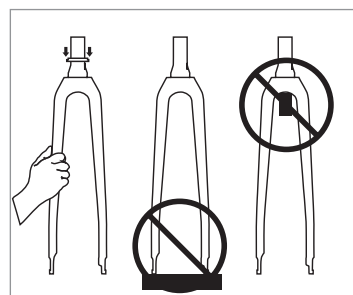

Figure 2
1. Installez la douille de direction selon les instructions du fabricant. **▲ AVERTISSEMENT :** ne posez pas les pattes de la fourche sur le sol ou sur une autre surface dure, car cela pourrait endommager la fourche et en rendre l'utilisation dangereuse (figure 2).